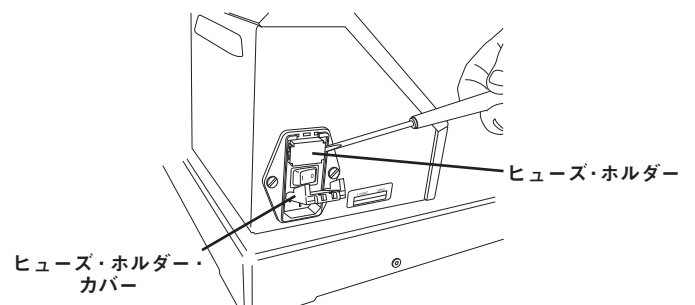

図20
3. コンセントから、ヒューズ・ホルダーを慎重に取り出します。(図 20 参照)